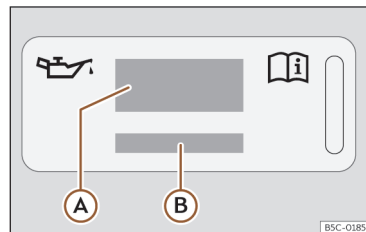

Fig. 221 No compartimento do motor: etiqueta de óleo do motor
Legenda da >>> **Fig. 221:**
Se tiver de adicionar óleo do motor, utilize um dos óleos indicados na etiqueta >>> **Fig. 221**. A etiqueta com a norma prescrita encontra-se na parte da frente do compartimento do mo-
- Se faltar a etiqueta com a especificação do óleo do motor >>> **Fig. 221**, contacte uma oficina especializada.